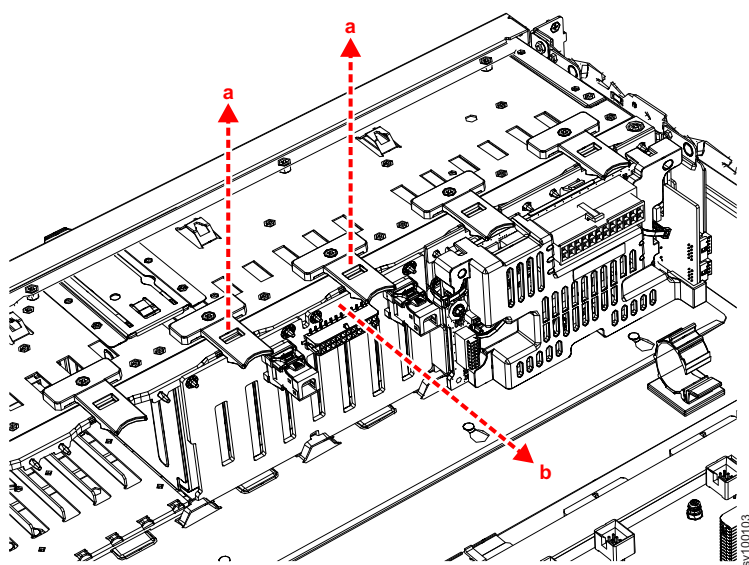

图 89. 卸下 2145-SV1 SATA 驱动器底板
8. 抬起两个前部卡口并朝节点后部旋转底板组合件，以卸下底板组合件，如第 106 页的图 89 中所示。